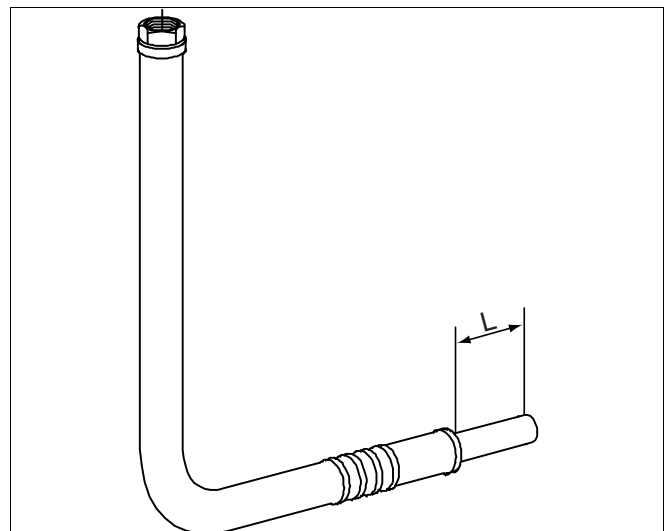

Рис.5 Труба обратной линии G 1½, длина отрезания
- Обрежьте трубу обратной линии в соответствии с таб. 1 (рис. 5).
- Обрежьте трубу обратной линии в соответствии с таб. 2 (см. рис. 5, стр. 7).